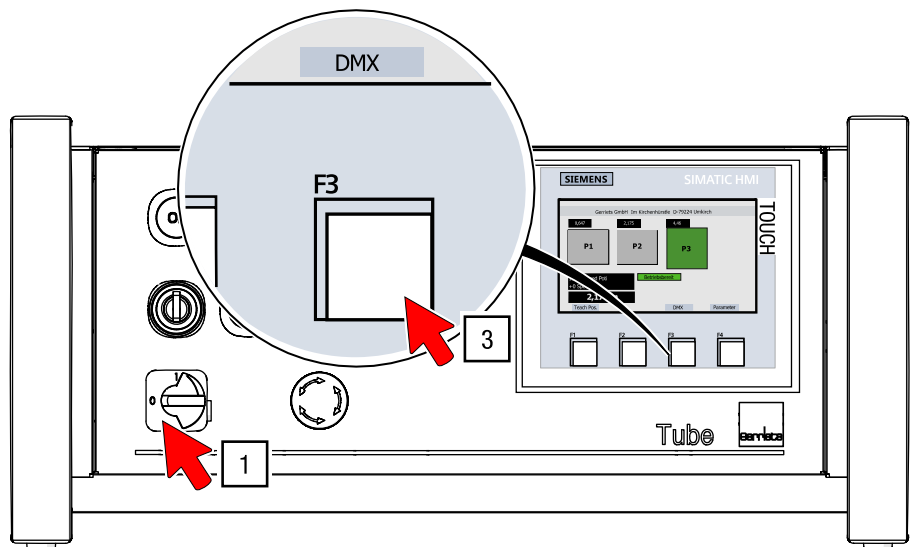

Abb. 50: Rollbildwand mit DMX steuern – Schaltknöpfe an der Steuerung
1. Drehen Sie den Hauptschalter in die Stellung „I“, um die Steuerung einzuschalten (siehe Abb. 50).
3. Wählen Sie am Touchscreen das Menü „DMX“ (Abb. 50).